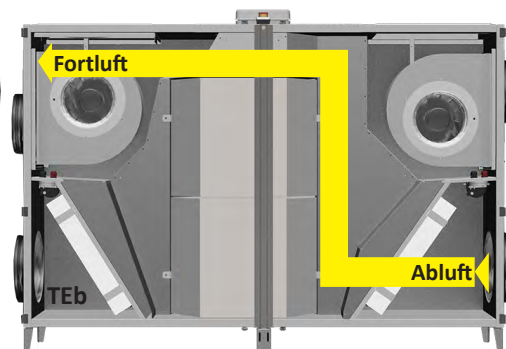

Abbildung 7: Umgehung über Abluftkanal
- Außen- und Fortluft auf linker Seite: Umgehung des Wärmetauschers über Abluftkanal - zuständiger Temperatursensor TEb ist im Außenluftkanal (Abb. 7).